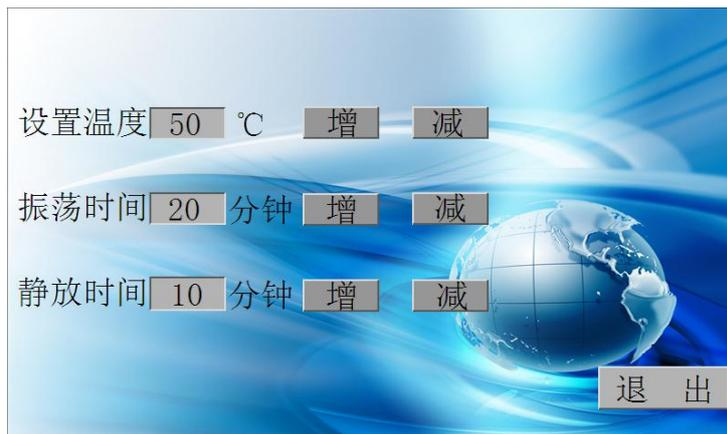

图 3
- 2、 主界面内点击“参数设置”，显示参数设置界面，见图 3。